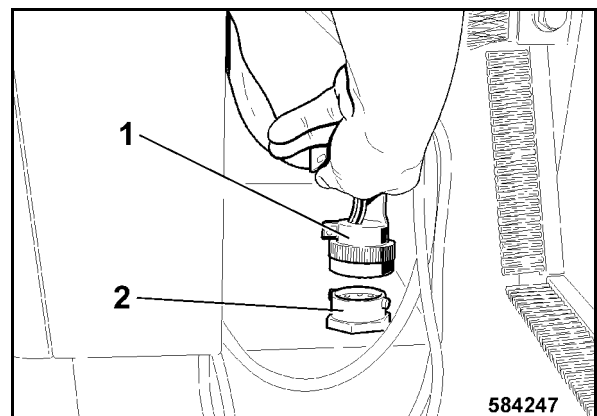

Fig. 259
- Encajar la clavija 1 (Fig. 259) en la caja de enchufe (2).